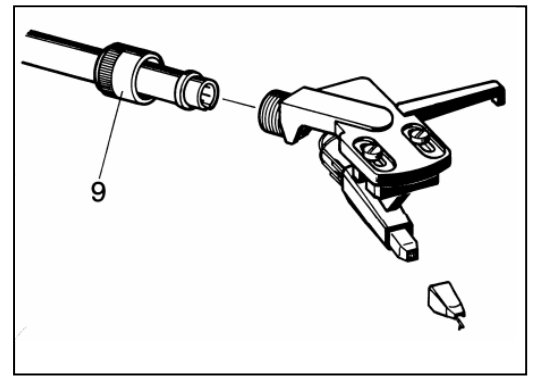

Fig. 7
Anstelle eines eingebauten Tonabnehmers kann ein anderer 1/2 Zoll-Tonabnehmer mit einem Eigengewicht von 3 - 10 g eingebaut werden. Lösen Sie dazu die konische Mutter (9) hinter dem Systemträger. Ziehen Sie nun den Systemträger nach vorne ab (Fig. 7). Entfernen Sie die beiden Befestigungsschrauben und ziehen Sie die Anschlussleitungen am System vorsichtig mit einer Pinzette ab. Das neue System zuerst nur leicht anschrauben und die Anschlussleitungen wieder auf die Anschlussstifte stecken, dabei die Farbkodierung beachten:
Um Schellack-Platten (78er) optimal abspielen zu können, muss der Abtastdiamant gegen einen schellacktauglichen Diamanten ausgetauscht werden (Fig. 7). Wenden Sie sich dazu an Ihren Fachhändler.